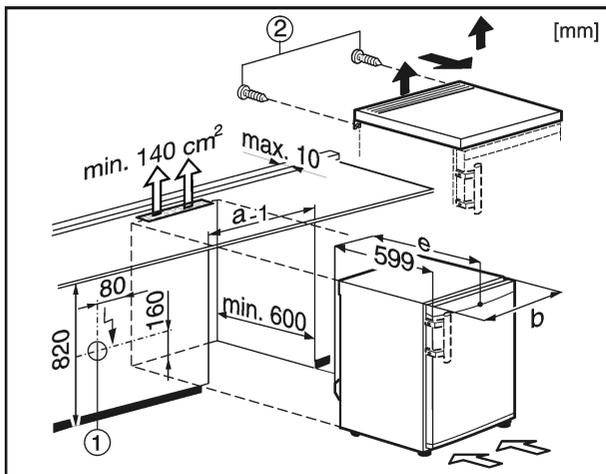

Fig. 7
Η πρίζα Fig. 7 (1) πρέπει να βρίσκεται έξω από την πλάτη της συσκευής και να έχετε εύκολη πρόσβαση σε αυτή.
- ▶ Αφαιρέστε τις βίδες Fig. 7 (2) από την πλάτη.